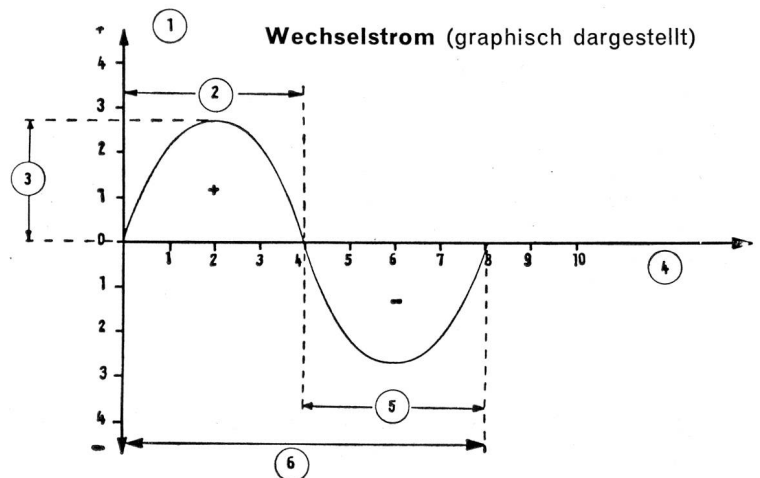

Fig. 99 1 Intensität
**Regel: Ein Wechselstrom ändert fortwährend seine Stärke und periodisch seine Richtung (Fig. 99).**